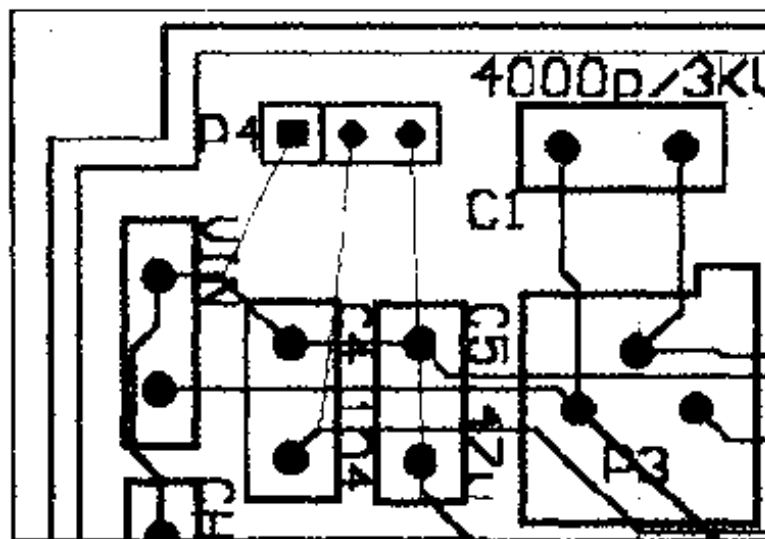

图 8-45 在电路板中放置元件并设置其属性
(10) 在该对话框中单击 Advanced 标签,显示设置焊盘网络的选项。单击 Net 选项的下拉列表框,在弹出的下拉列表中选择 GND,然后单击 OK 命令按钮,返回工作窗口。
(11) 按照上一步的操作,设置元件 P4 另外两个引脚的焊盘的属性,得到的效果如图 8-45 所示。